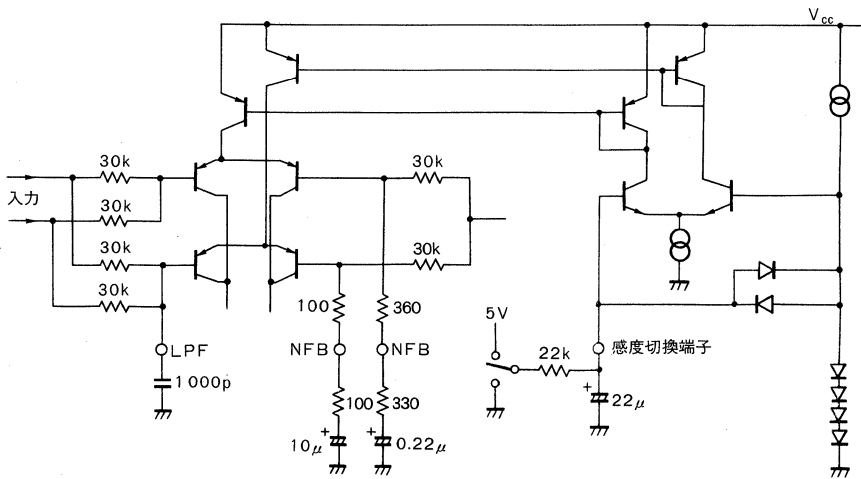

Fig.19
a. Fig. 19 の感度切替端子が、2.2V 以下の時、再生に対応します。
b. Fig. 19 の感度切替端子が、3.5V 以上の時、早送りに対応します。